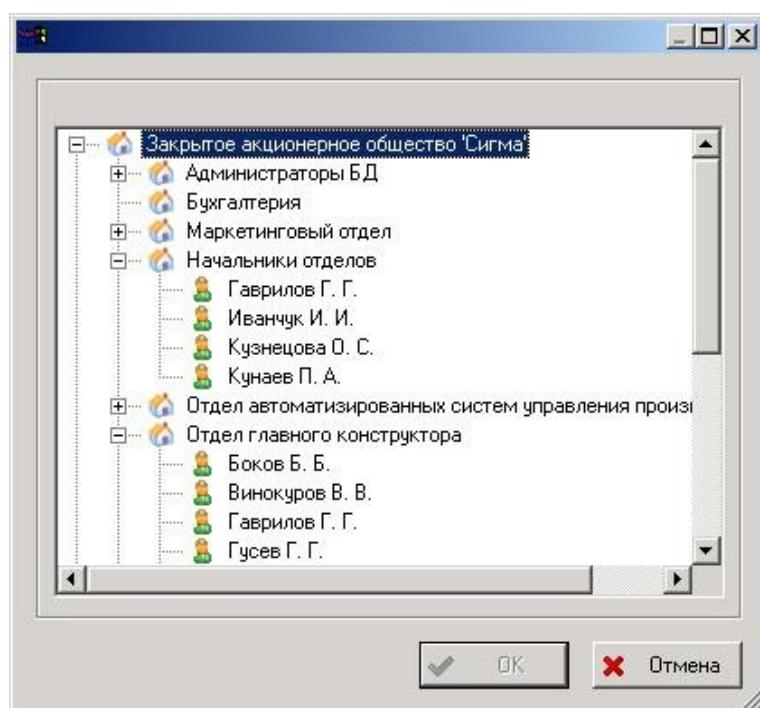

Рисунок 56. Диалоговое окно выбора сотрудника
- Поле «Сотрудник» - служит для выбора сотрудника, который является исполнителем работы. Для этого необходимо нажать на кнопку справа от поля и в появившемся диалоговом окне (Рисунок 56) выбрать сотрудника.